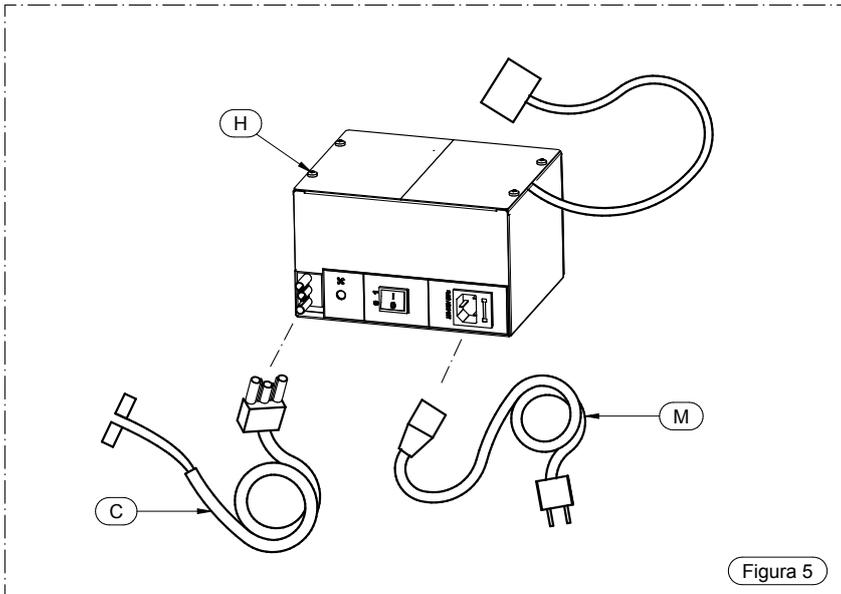

Figura 5
In seguito procedere ad assemblare l'Airbox 1 (E) seguendo quanto indicato nella Figura 4 e fissare lo stesso all'apparecchio attraverso le viti (AW) precedentemente tolte (vedi Figura 5).
Successivamente procedere ad assemblare (Figura 5) il cavo per termostato (C) e il cavo alimentazione (M) all' elemento H.